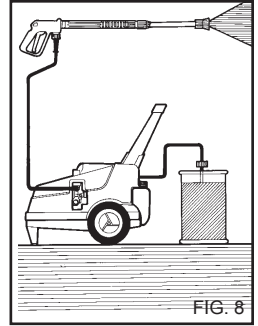

FIG. 8
Dopo l'uso di un detersivo il circuito di aspirazione deve essere risciacquato con acqua pulita, (fig. 8).
1) Dopo l'uso con detersive, risciacquare il circuito di aspirazione; infilare il tubo di aspirazione (fig. 8) detergente in una tanica di acqua pulita e far funzionare la pompa per 1 minuto a rubinetto dosaggio completamente aperto e lancia in fase erogazione detergente.
- 4) Dopo l'uso con detergente, risciacquare il circuito di aspirazione; infilare il tubo di aspirazione (fig. 8) detergente in una tanica di acqua pulita e far funzionare la pompa per 1 minuto, e lancia in fase erogazione detergente.